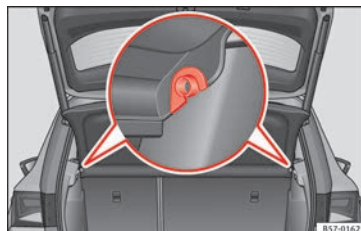

Fig. 160 Nel bagagliaio: smontare e montare il ripiano.
- Togliere il pianale dai supporti laterali »» **fig. 160** tirandolo verso l'alto ed estrarlo.
- Inserire la copertura in modo orizzontale facendo coincidere la “mezzaluna” sull'asse dei supporti »» **fig. 160** e premendo verso il basso fino a far scattare l'innesto.